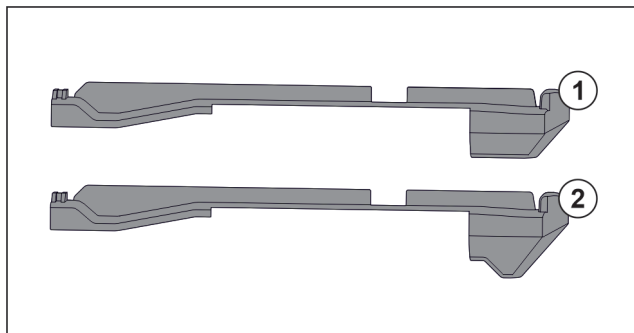

Fig. 128 Confronto degli elementi inseribili
Nell'apparecchiatura si trovano due diversi elementi inseribili. L'elemento inseribile sopra il cassetto più in basso Fig. 128 (2) presenta un bordo triangolare. Tutti gli altri elementi inseribili Fig. 128 (1) dispongono di un bordo dritto.
- Applicare l'elemento inseribile Fig. 128 (2) con il bordo triangolare sopra il cassetto più in basso.
- Applicare l'elemento inseribile Fig. 128 (1) con il bordo dritto su tutti gli altri punti.